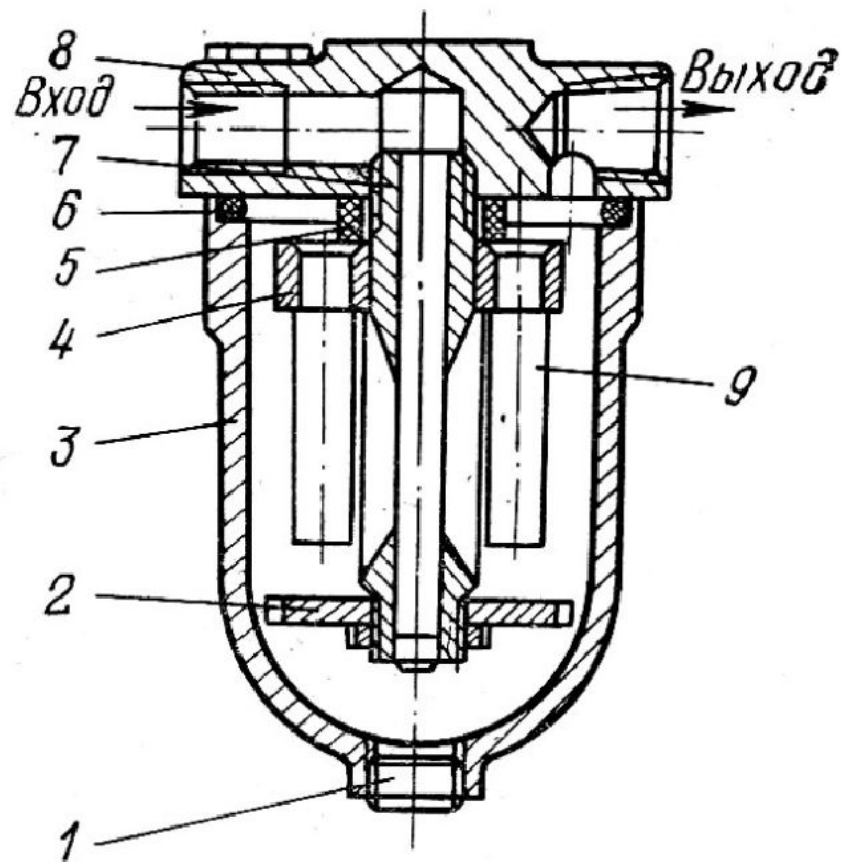

Рисунок 7 - Магнитный
**Сепараторы** имеют неограниченную пропускную способность при малом сопротивлении. Принцип их работы основан на пропуске рабочей жидкости через силовые поля, которые задерживают примеси. В качестве примера на рис. 7 приведена конструкция **магнитного фильтра С43-3**, предназначенного для улавливания ферромагнитных примесей. Фильтр состоит из корпуса 3, крышки 8 с ввернутой в нее латунной трубой 7 и